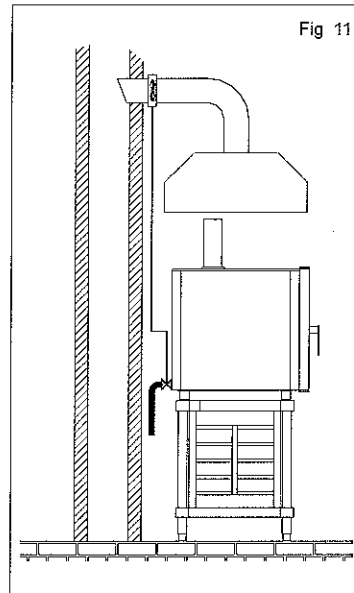

Fig 11
- a um sistema de evacuação forçada como uma campânula dotada de aspirador mecânico. Neste caso, a alimentação gás ao aparelho, deve ser controlada directamente por tal sistema e deve interromper-se se por acaso o caudal chega abaixo dos valores prescritos. Quando o aparelho se instala debaixo da campânula de aspiração, é necessário que sejam respeitadas as seguintes indicações: o volume aspirado deve ser superior àquele dos gases combustos gerados (ver a normativa em vigor); faça-se atenção ao material com o qual é composto o filtro da campânula visto que a temperatura dos gases combustos à saída do encaminhador pode atingir os 300°C; a parte terminal da conduta de evacuação da aparelhagem deve ser colocada ao interno da projecção do perímetro de base da campânula; a readmissão do gás ao aparelho deve poder-se fazer só manualmente (Fig 11).